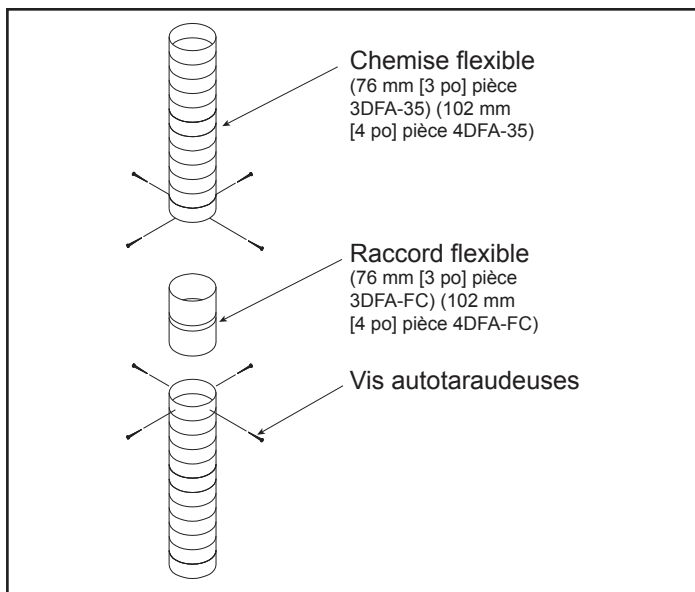

Figure 4.27
7. Si des longueurs supplémentaires de chemise flexible sont nécessaires pour correspondre à la hauteur de la cheminée, utilisez un accouplement flexible pour joindre les sections de chemise. Connectez la doublure flexible à l'accouplement au moyen de quatre vis autotaraudeuses à chaque extrémité. Voir la Figure 4.27.